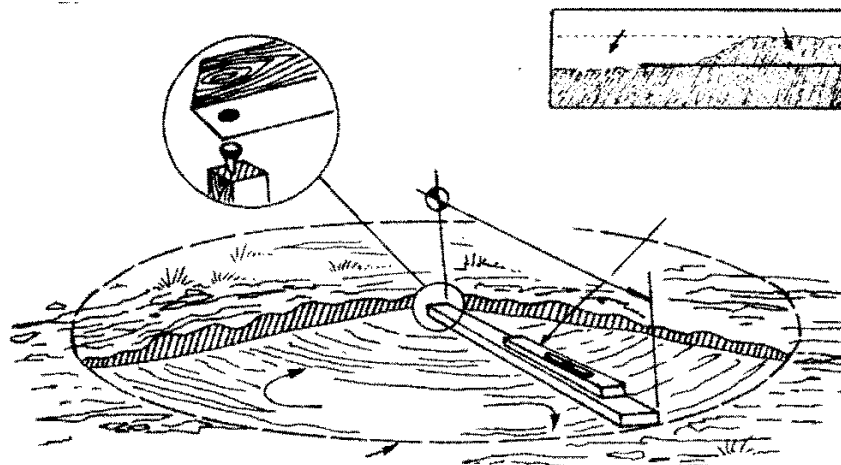

Abb. 3
- Befestigen Sie diese Latte mit einem Nagel auf dem Holzpflock in der Mitte des Aufstellungsplatzes. Auf diese Latte wird die Wasserwaage aufgelegt (**Abb. 3**).